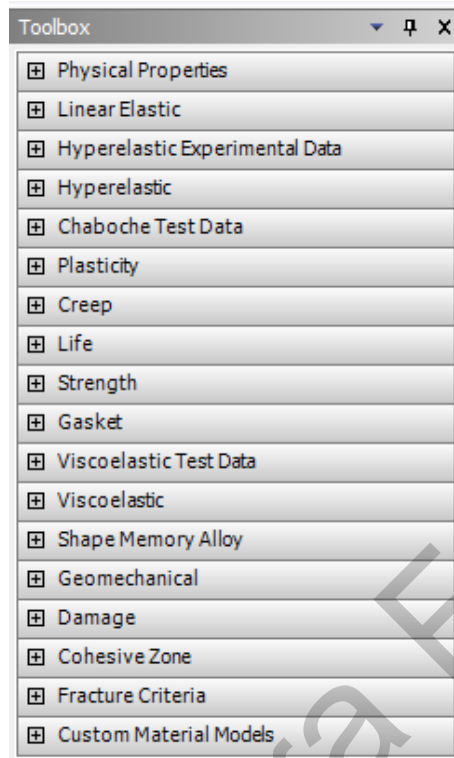

Рисунок 2.9 – Окно свойств материалов
**Окно свойств материалов (*Toolbox*)** содержит свойства и физические модели материалов. Соответствующее этому элементу окно свойств представлено на рисунок 2.9, где показаны свернутые группы свойств.